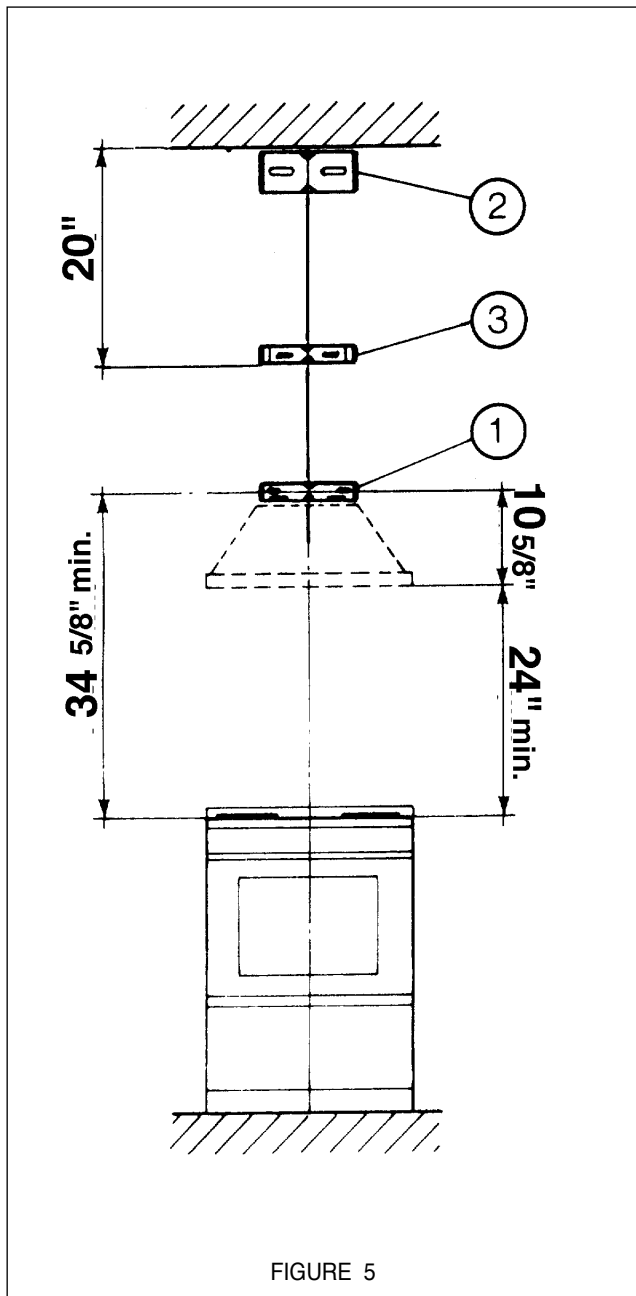

FIGURE 5
3. The Nova attaches to the wall by three mounting brackets, points 1, 2 and 3 in FIGURE 5. The canopy of the rangehood hangs from two metal flanges that extend from bracket #1. This bracket must be mounted with the flanges on the bottom of the bracket. The dimensions in FIGURE 5 are for mounting the canopy 24" above the cooking surface.
4. The chimney attaches to the wall by two additional brackets, points 2 and 3 in FIGURE 5 which illustrates the positioning of the chimney brackets. The largest bracket, #2, should be installed about 1/8" away from the ceiling. The middle bracket (bright metal) must be installed with the ends touching the wall and the curves facing outward. The middle bracket must be installed at the bottom point of the upper chimney sleeve.
3. La hotte Nova se fixe au mur avec trois fixations (1, 2, et 3 de la figure 5). Le recouvrement extérieur de la hotte est suspendu par 2 collerettes en métal qui s'allongent à partir de la fixation #1. Cette fixation doit être installée avec les collerettes au bas de la fixation. Et peut être installée de chaque côté dépendamment de la longueur requise. Les dimensions à la FIGURE 5 sont pour l'installation de la hotte à 24 po au-dessus du plan de travail.
4. La cheminée se fixe au mur par deux fixations additionnelles (2 et 3 de la figure 5). La figure 5 illustre la position des fixations de la cheminée. La plus grande fixation (numéro 2) doit être installée à approximativement 1/8 po du plafond. La fixation centrale en métal brillant s'installe avec les extrémités en contact avec le mur et courbes vers l'extérieur. La fixation centrale doit être installée au point inférieur du manchon de la cheminée supérieure.